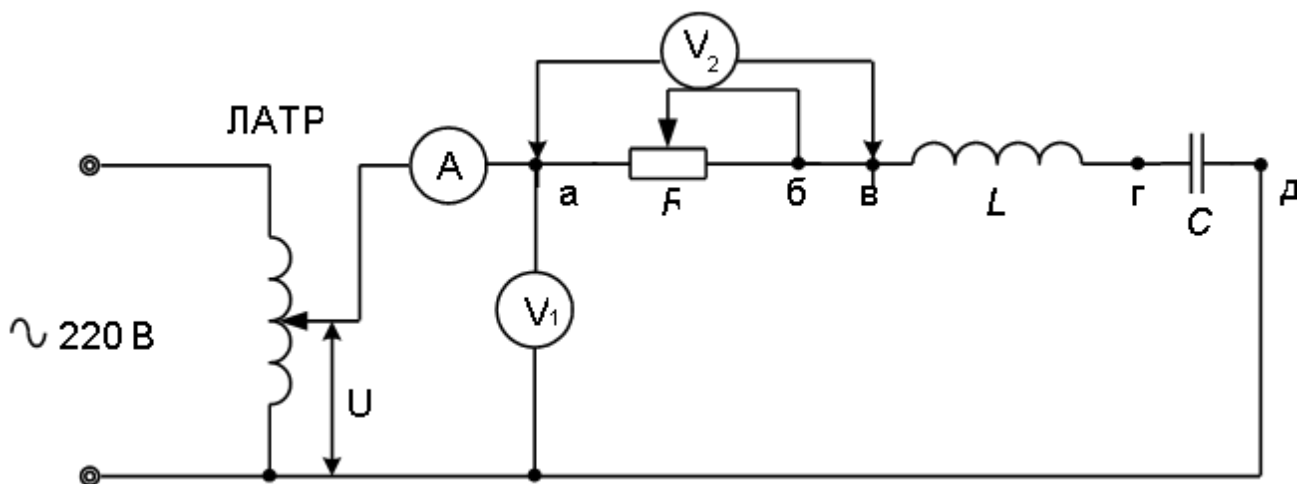

Рисунок 2.10 – Схема с последовательным соединением R, L и C
1. Собрать схему с последовательным соединением R, L и C (рис. 2.10). В качестве активного сопротивления используется регулировочный реостат R, а в качестве емкости C – батарея конденсаторов.